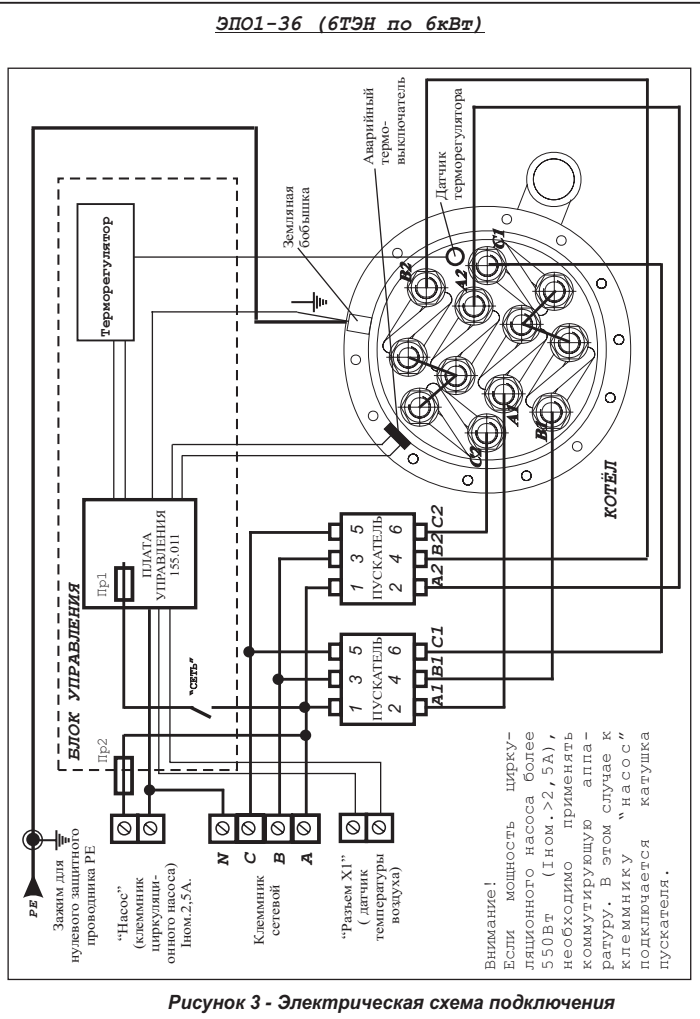

Рисунок 3 - Электрическая схема подключения
6.1.10. Подключение силового кабеля, шнура питания циркуляционного насоса, шнура датчика температуры воздуха производится в соответствии с Рис. 3,4,5,6.